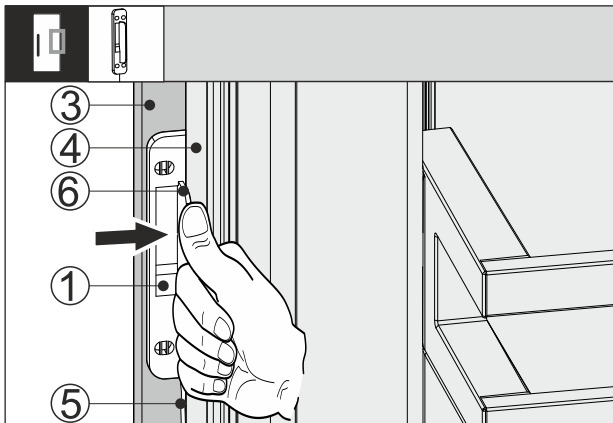

Fig. 66
- ▶ 将敲门传感器 Fig. 66 (1) 推到橱柜正面 Fig. 66 (3) 和冰箱门 Fig. 66 (4) 之间，从而略微张紧电缆 Fig. 66 (5)。将敲门传感器的止挡 Fig. 66 (6) 贴靠在冰箱门 Fig. 66 (4) 上。
- ▶ 将敲门传感器 Fig. 66 (1) 按到橱柜正面 Fig. 66 (3)。
- ▶ 敲门传感器 Fig. 66 (1) 已粘贴。粘贴敲门传感器可优化敲门信号的传输。
- ▶ 永久固定敲门传感器 Fig. 66 (1) 能够延长使用寿命。
- ▶ 使用随附的螺丝将敲门传感器 Fig. 66 (1) 拧到橱柜正面 Fig. 66 (3)。